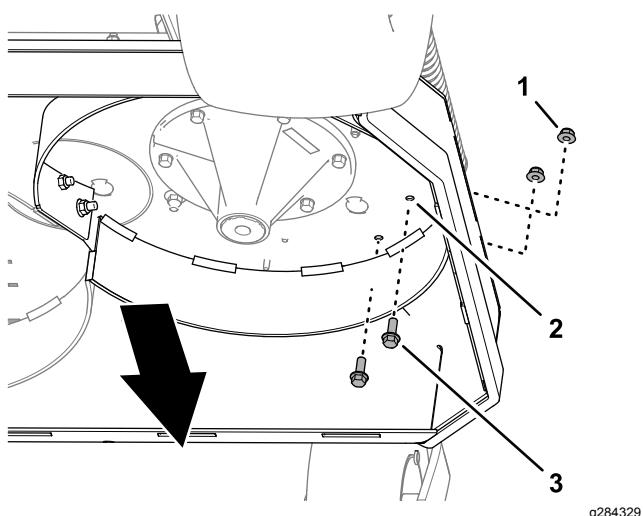

Figura 8
2. Instale 2 tornillos con arandela prensada ($\frac{3}{8}$ " x 1") en los taladros de 10 mm de la carcasa de corte (Figura 8) y sujeté los tornillos con las 2 contratueras con arandela prensada ($\frac{3}{8}$ ") que retiró en el paso 1.